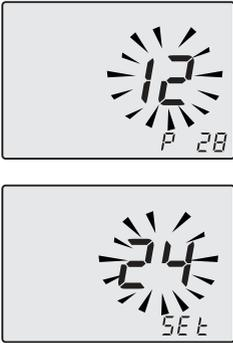

Figura 9.4
- Utilizando los botones 18 o 19 se puede modificar el valor del parámetro 28 desde **00** meses hasta **48** meses. Se admite el valor **99**, que deshabilita la solicitud de mantenimiento. En el display se alternan los mensajes **P28 - SEt** (Figura 9.4).